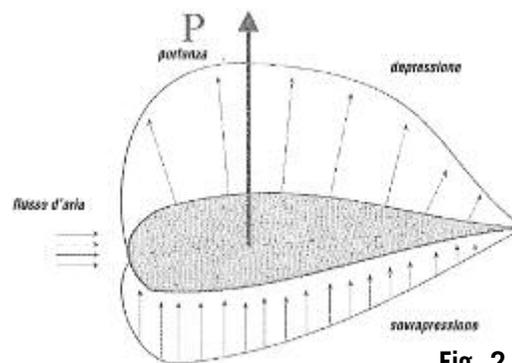

Fig. 2
a) Si sa dalla fisica (principio di Bernoulli) che, attorno ad un profilo alare opportunamente orientato rispetto al flusso d'aria che l'investe con una certa velocità la distribuzione delle pressioni è quella indicata in Fig. 2. L'angolo tra il profilo alare e il flusso è detto angolo di attacco AOA (*angle of attack*), indicato pure con la lettera greca  $\alpha$ .